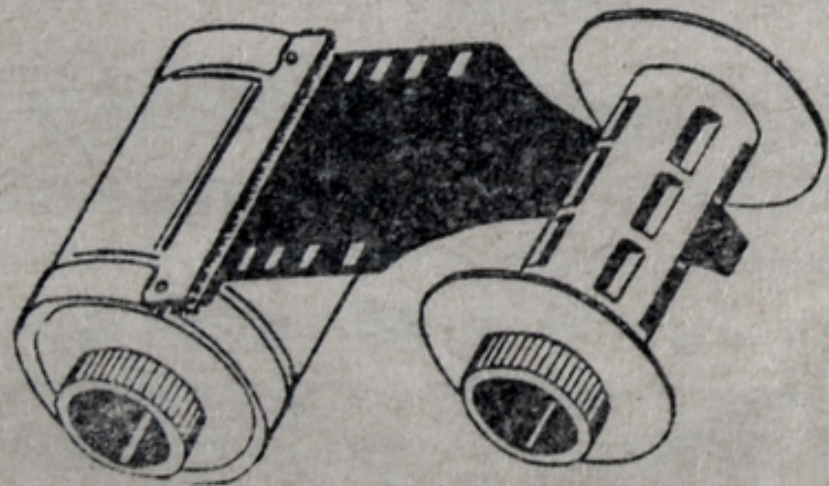

Рис. 7.
5.4.2. Подготовка блока кассет с фотопленкой. Взять заряженную кассету с фотопленкой и обрезать конец фотопленки так, чтобы она могла войти в паз катушки приемной кассеты (рис. 7). Катушку приемной кассеты извлечь из кассеты и направить выступом в ту же сторону, в которую направлен выступ катушки подающей кассеты. Закрепить пленку на катушке, собрать приемную кассету.